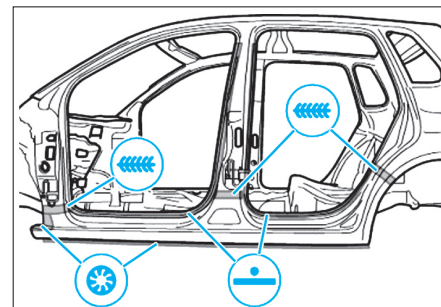

FIG. 75
- Souder le bas de caisse comme illustré (Fig.75).